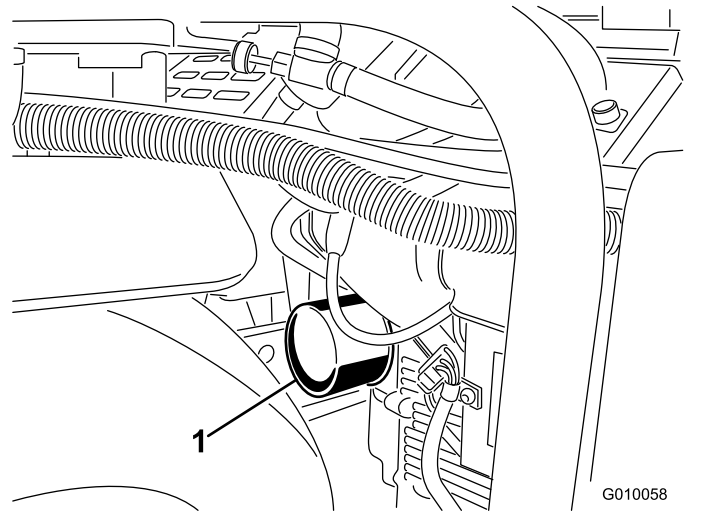
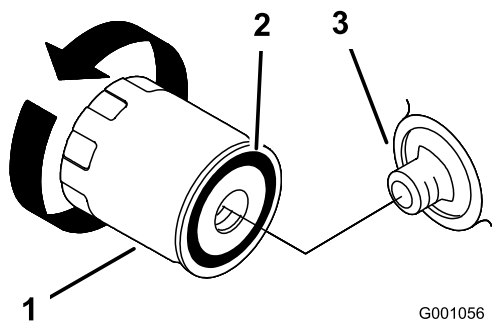

图47
图48
5. 在滤清器下面放一个浅盘或抹布接住机油 (图47)。
6. 拆下旧滤芯图47和图48并擦拭滤芯安装座垫片的表面。